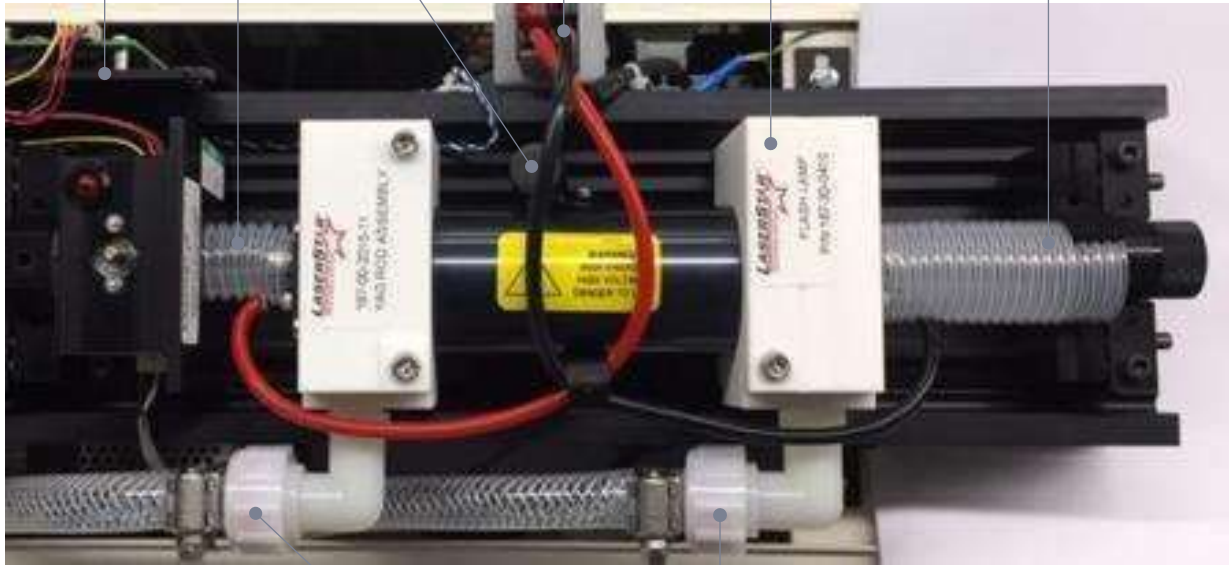

図 1
6 フラッシュランプの交換手順（7～27）に進み、該当する図 1～21 も参照しながらフラッシュランプを交換していきます。
- 7 光学レールからダストカバーを取り外します (図 1)。